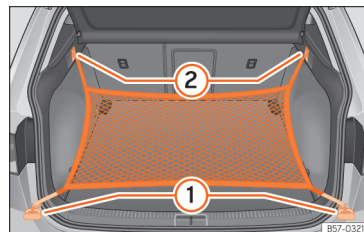

Abb. 175 Im Gepäckraum: Ösen (1) und Haken (2) zum Einhängen des Gepäckraumnetzes.
• Hängen Sie die kurzen Haken des Netzes in die Verzurrösen ein »» (Abb. 175) ① »» ⚠. Der Reißverschluss des Gepäckraumnetzes muss dabei nach oben zeigen.
• Befestigen Sie die Spanngurte in den Taschenhaken ②.